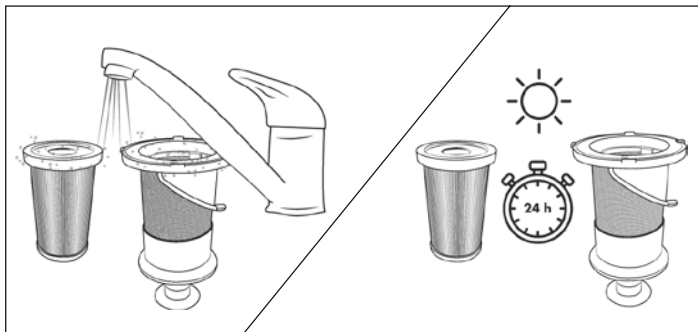

Abb. 20
- 5) Spülen Sie den HEPA-Filter **5** und den Edelstahlfilter **6** unter kaltem oder lauwarmem Wasser aus. Lassen Sie den HEPA-Filter **5** und den Edelstahlfilter **6** vollständig an der Luft trocknen, bevor Sie sie wieder in den Staubbehälter **7** einsetzen (siehe Abb. 20).